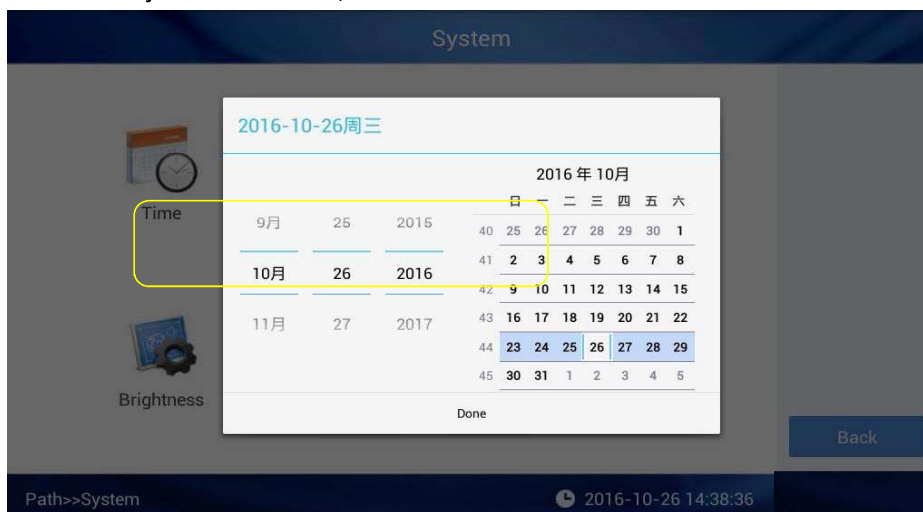

Fig 4.30 Ajuste de fecha
① Haga clic en **Set Date** para entrar en la pantalla de la Fig 4.30, haga clic en la tecla de Hora para desbloquear el área de ajuste de la fecha, deslizando.